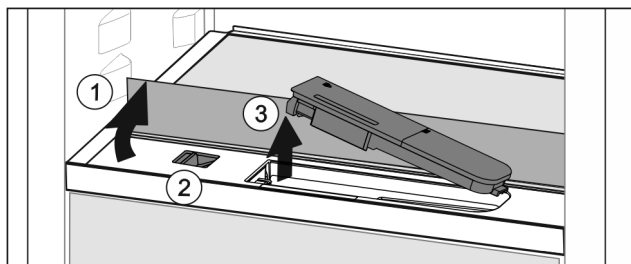

Fig. 42
- ▶ Поднять стеклянную панель и откинуть до упора назад (Fig. 42 (1)).
- ▶ Сдвиньте ползунок Fig. 42 (2) влево.
- ▶ Вынуть бак для воды Fig. 42 (3).